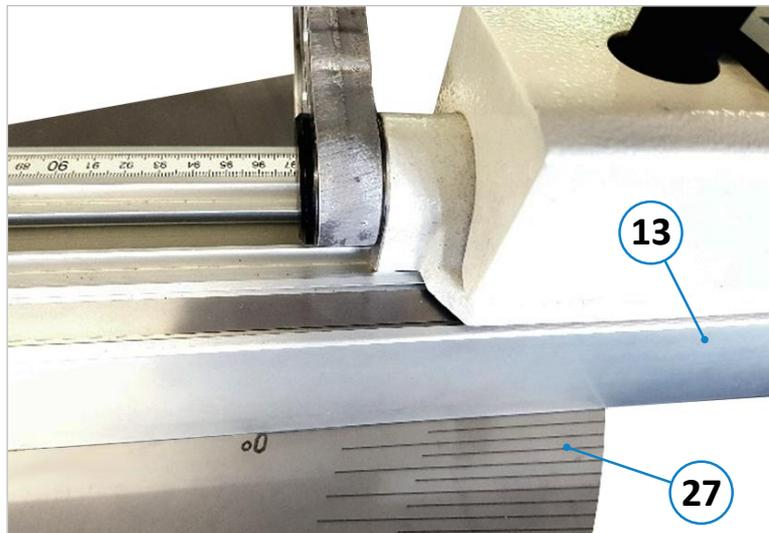

Figure 28 : guide télescopique en position zéro degré
- Le guide télescopique (13) est ainsi automatiquement réglé sur la position 0° (voir ⇒ Figure 28).
- Serrer maintenant la molette d'arrêt (W) et la poignée-étoile (G) à fond.